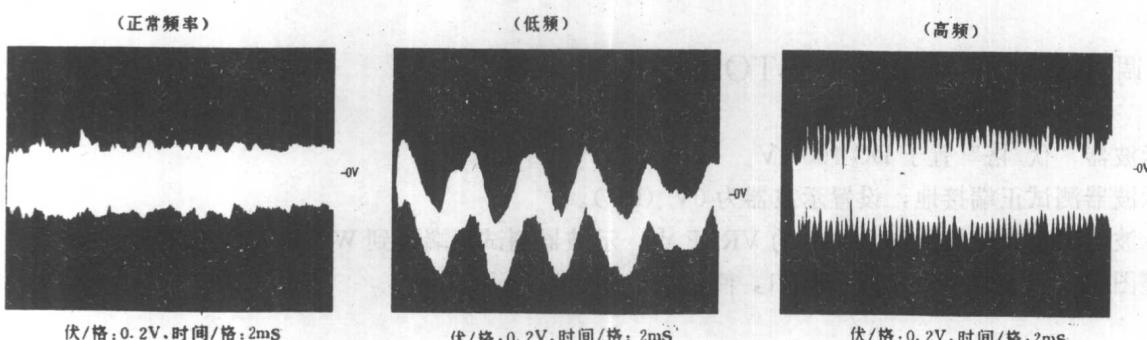

图 1.3.4 循迹增益调整波形
- (1) 将示波器接地端子接到 WCW16 的 VREF 点，把测试正端接到 WCW16 的 TE 点。
- (3) 装入测试光碟并播放。
- (4) 在播放光碟时调整图 1.3.1 中的循迹增益 WVR4，使示波器上的波形如图 1.3.4 所示。